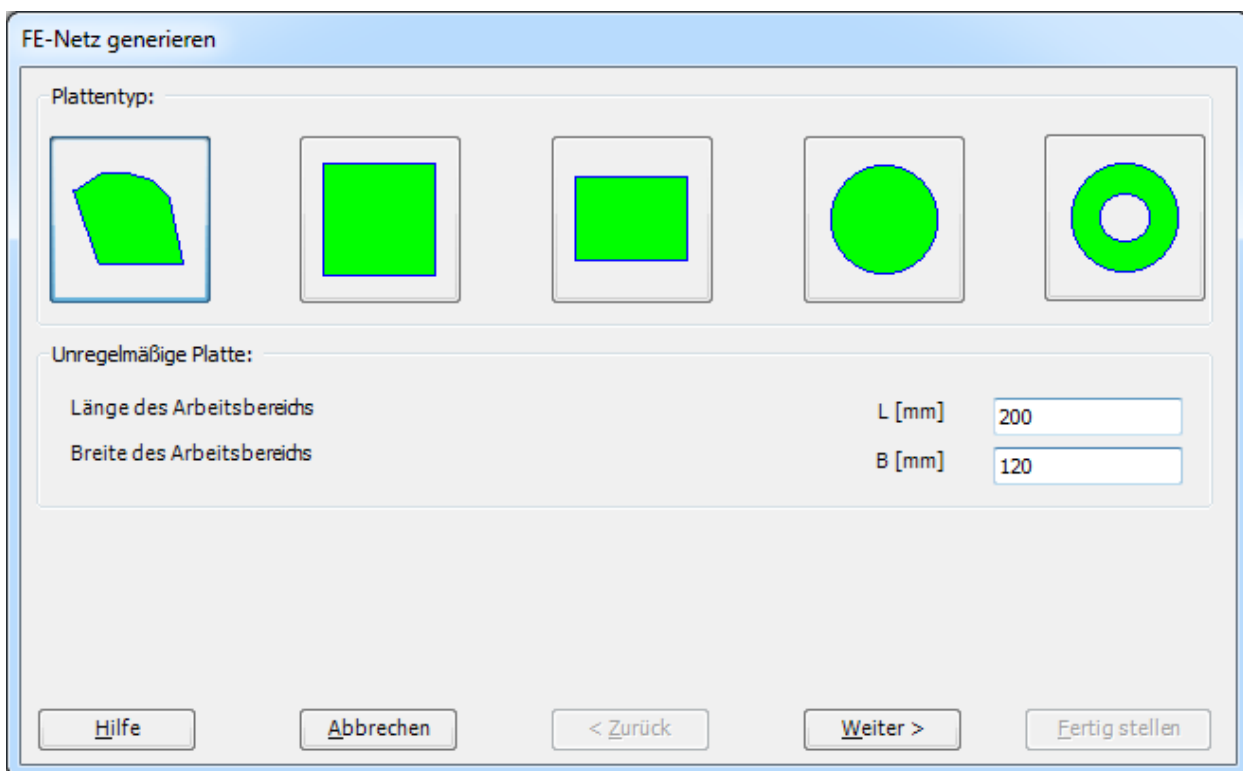

Bild 5.10 Auswahl von Netzschablonen
- Wählen Sie "FE-Netzdaten" aus der Registerkarte "Daten". Eine Auswahl von Schablonen verschiedener Netzformen erscheint (Bild 5.10)